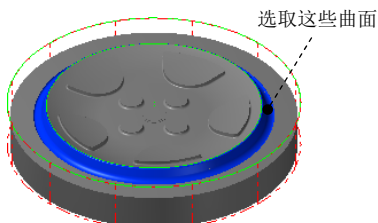

图 15.26 选取加工面
(1) 在图形区中选取图 15.26 所示的曲面 (共 4 个)，然后按 Enter 键，系统弹出“刀具路径的曲面选取”对话框。